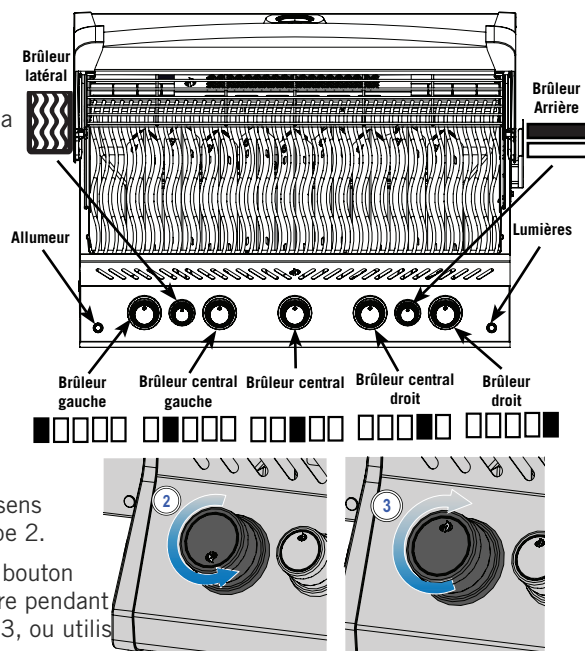

Fig. 1
4. Si le voyant et le brûleur ne s'allument pas après 5 secondes, pivoter le bouton dans le sens contraire des aiguilles d'une montre (position OFF). Attendre pendant 5 minutes la dissipation du gaz ambiant. Recommencer les étapes 2 et 3, ou utiliser une allumette pour procéder à l'allumage. (Fig. 1).
5. Si le brûleur ne s'allume pas, pivoter le bouton dans le sens contraire des aiguilles d'une montre (position OFF). Attendre 5 minutes. Recommencer les étapes 3 et 4. (Fig. 1)